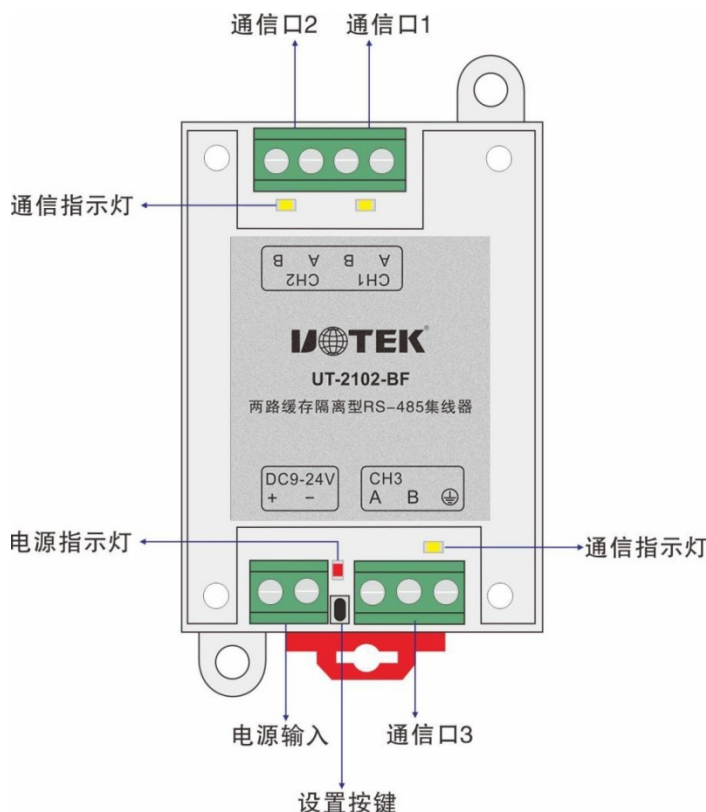

图 1.4
4、按下 RS485 集线器“设置”键（如图 1.4）3 秒待 CH1 通道的指示灯闪烁松开，此时集线器进入配置模式。在软件的设备信息里点击“搜索设备”按钮，获取到设备信息说明连接成功。